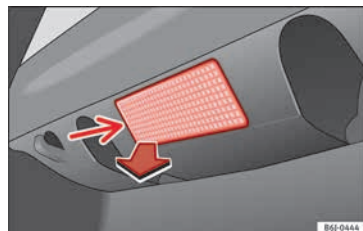

Abb. 118 Gepäckraumleuchte*
- Das Lampenglas der Glühlampe durch Druck mit einem Schraubendreher auf dessen Unterkante (Pfeil) abnehmen » Abb. 118.